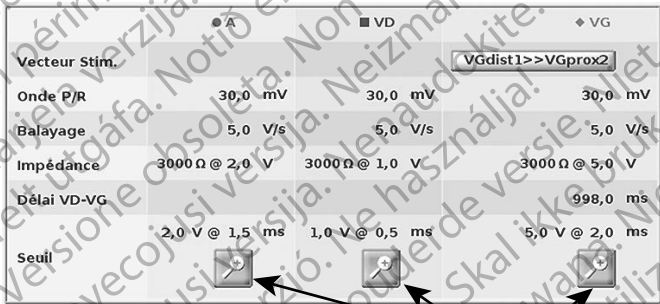

Figure 11. Panneau Stimulation du PSA et Sortie
4. Utiliser le bouton Paramètres du PSA (légende [8] à la Figure 7 en page 22) pour ouvrir le panneau Paramètres du PSA (Figure 11 en page 25). Puis, sélectionner et confirmer les paramètres souhaités comme paramètres pour le PSA. Sélectionner le bouton Fermer pour fermer le panneau et poursuivre la session.